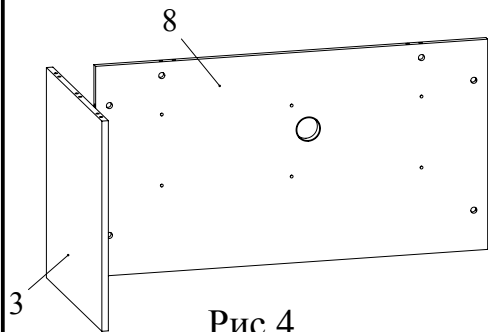

Рис.4
- Установить заднюю стенку 8 на боковину 3 и зафиксировать, повернув конфирматным ключом головки минификсов по часовой стрелке до упора (Рис. 4).